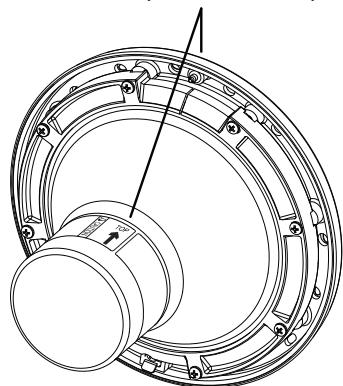

Figure 8. Alignement du verre de protection, de la bague avant, du boîtier et des crochets supports des lampes blanches de piscine
- c. Positionnez le verre de protection et le joint sur la lampe. Placez la bague avant et le crochetsupport sur le verre de protection et mettez la vis-guide en face de la petite flèche qui se trouve sur le devant du verre de protection. Notez que la petite flèche qui se trouve devant le verre de protection et que la vis-guide de la bague avant doivent être mis en face de la flèche de l'étiquette de la lampe indiquant « La flèche de cette étiquette doit être alignée avec la vis-guide de la bague avant ». Voir la Figure 8.
- e. Répartissez le crochet-support du bas sur le câble électrique et faites-le glisser à l'arrière de la lampe sur le crochet-support du haut. Voir la Figure 8.
- f. Serrez les huit (8) vis cruciformes de la lampe de piscine ou les six (6) vis cruciformes de la lampe de spa en serrant tour à tour les vis qui sont en face l'une de l'autre. Serrez les vis à environ 20 po-lbs (2,2 Nm). Ne les serrez pas plus qu'il ne faut.